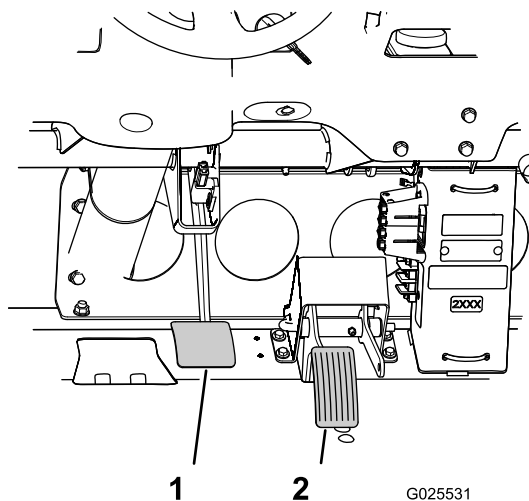

Bild 82
3. Heben Sie das Bremspedal an (**Bild 82**), bis es den Rahmen berührt.